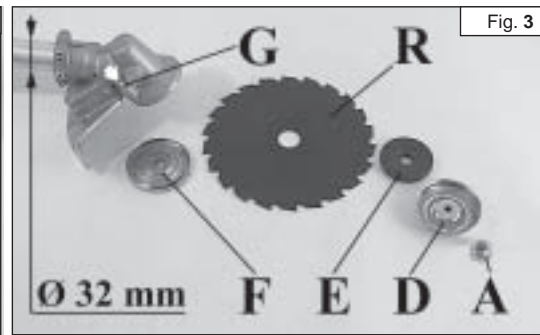

Fig. 3
MONTAGGIO DISCO MODELLI "T" (Fig. 3)
Montare la flangia inferiore (E), la coppa (D) ed avvitare il dado (A) in senso antiorario. Premere l'apposito pulsante (G, Fig. 3) per bloccare il disco e permettere il serraggio del dado (A) a **3 kgm (30 Nm)**.
MONTAGE DU DISQUE MODELES "T" (Fig. 3)
Presser le bouton approprié (G, Fig. 3) pour pouvoir bloquer le disque et serrer le écrou (A) à **3 kgm (30 Nm)**.
FITTING THE DISK "T" MODELS (Fig. 3)
Fix the lower flange (E), the cup (D) and tighten nut (A) anti-clockwise. Push the button (G, Fig. 3) to block the blade and allow the nut (A) to be tightened to **3 kgm (30 Nm)**.
MONTAGE DES SCHNEIDBLATTS "T" MODELLE (Abb. 3)
Unteren Flansch (E), Gleitteller (D) und montieren, Mutter (A) entgegen Uhrzeigersinn eindrehen. Um die Mutter (A) (**3 kgm/30 Nm**) festzuziehen (Abb. 3), den Knopf drücken (G) einsetzen.
MONTAJE DEL DISCO MODELOS "T" (Fig. 3)
Destornille en sentido horario la tuerca (A); quite la copeta (D) y la brida inferior (E). Monte el disco (R) sobre la brida superior (F) y controle que el sentido de rotación sea correcto. Monte la brida inferior (E), la copeta (D) y apriete la tuerca (A) en sentido antihorario. Apriete el pulsante apropiado (G) para bloquear el disco y ajuste la tuerca (A, Fig. 3) a **3 kgm (30 Nm)**.
MONTAGE VAN HET MAAIBLAD "T" MODELLEN (Fig. 3)
Druk op de hiervoor bestemde drukknop (G) om het maaiblاد te blokkeren. Nnu kan men moer (A, Fig. 3) op moment vastdraaien (**3 kgm - 30 Nm**).
MONTAGEM DO DISCO MODELOS "T" (Fig. 3)
Então pressione o botão apropriado (G) para poder bloquear o disco e trancar a porca (A, Fig. 3) a **3 Kgm (30 Nm)**.